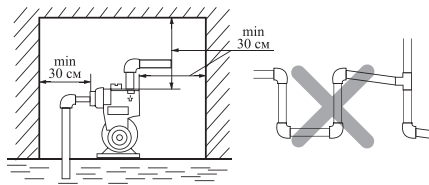

рис. 3
4.5 Место установки насоса-автомата должно обеспечить свободный доступ для монтажа, проверки и ремонта. При установке насоса-автомата в помещении, соблюдайте минимальные размеры, как показано на рис.3.